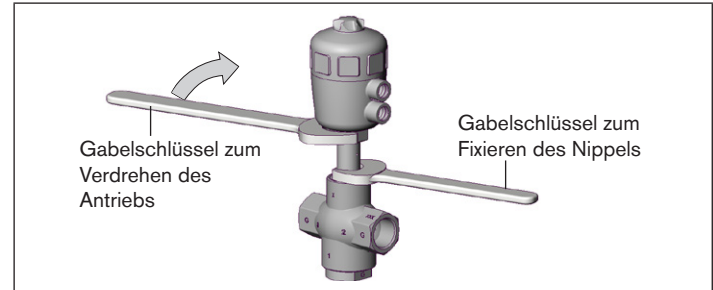

Bild 2: Drehen mit Gabelschlüssel
- ▶ Den Antrieb **nur im vorgegebenen Richtungssinn** drehen (siehe „Bild 2“).
- Passenden Gabelschlüssel am Sechskant des Antriebs ansetzen (siehe „Bild 2“).